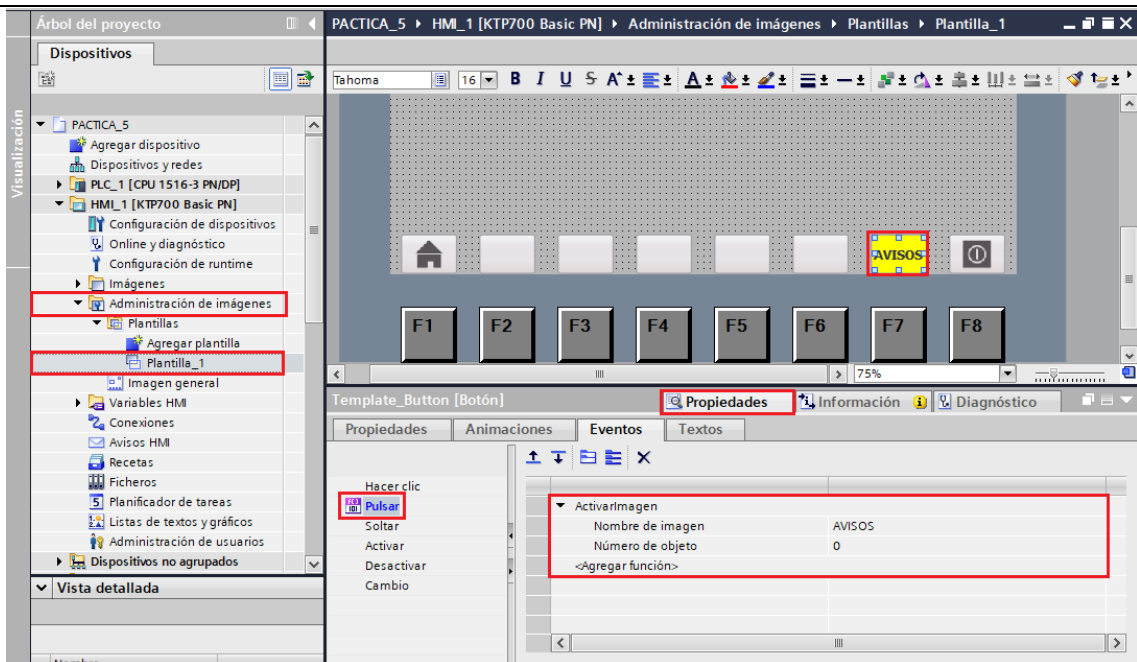

Figura 48. Configuración botón AVISOS
- En “Nombre de imagen” seleccionar “AVISOS” (ver Figura 48).